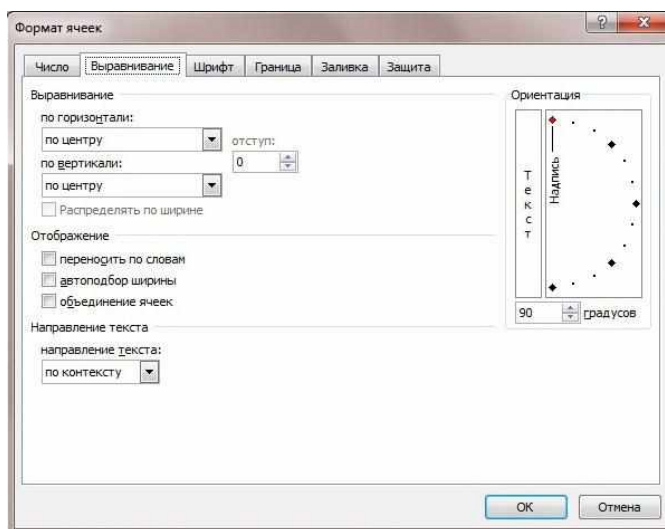

Рисунок 2.6 – Выравнивание и поворот текста при форматировании ячеек
7. Кликнуть по кнопке «Лист 2» в нижней левой части экрана. Создать электронную таблицу выбора проводов по участкам воздушных линий 380/220 В (рис. 6). Для выравнивания изменения направления текста в ячейках выполнить **ФОРМАТ**→**ЯЧЕЙКИ**→**ВЫРАВНИВАНИЕ** (для Office-2003) или **ФОРМАТ**→**ФОРМАТ ЯЧЕЕК**→**ВЫРАВНИВАНИЕ** (для Office-2010), выбрать выравнивание «по центру», поворот 90° (рисунок 2.6).